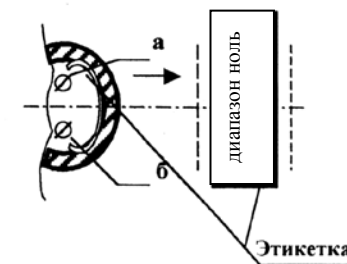

Рисунок 6 - Схема расположения корректоров НОЛЬ и ДИАПАЗОН
- получить доступ к корректорам НОЛЬ и ДИАПАЗОН (см. рисунок 6).